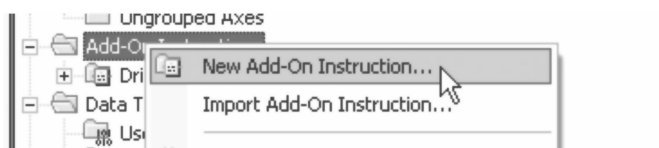

图 19-1 新建用户自定义指令菜单
1. 在项目树中，右键单击“用户自定义指令”（Add-On Instructions）文件夹并选择“新建用户自定义指令”（New Add-On Instruction），如图 19-1 所示。